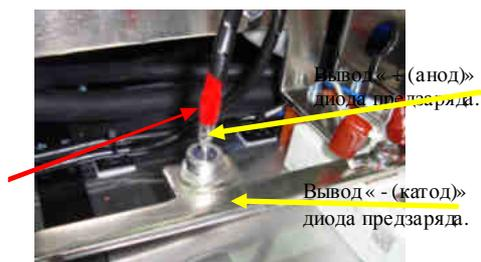

Рис. 4.14.
4.10.3. Проверить диод предзаряда (рис. 4.14), подсоединя к его выводам мультиметр в режиме «Прозонка диода» (чтобы получить доступ к выводу «+ (анод)» диода предзаряда, изолирующую трубку с вывода необходимо сдвинуть). Если диод предзаряда исправен, то при прямой проводимости показания прибора должны составлять 0,3 – 1,0, при обратной проводимости - «обрыв цепи». При иных показаниях прибора диод предзаряда считается неисправным и подлежит замене.